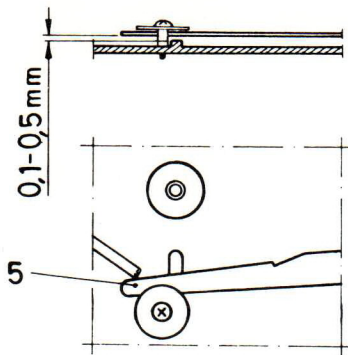

Fig. 5
JUSTERING AV START- OCH STÖPPARM (5). FIG 5.